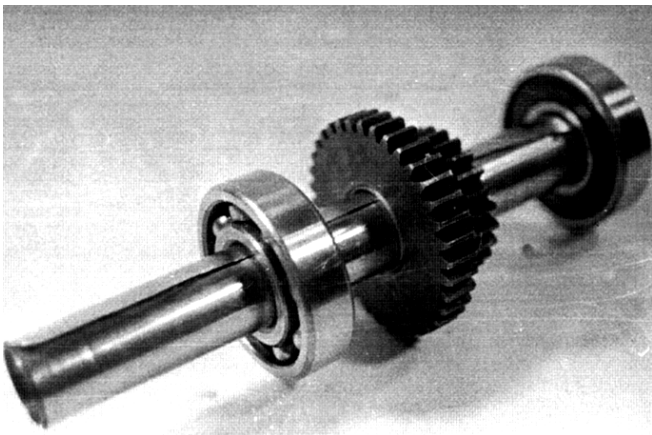

Рис. 5. Общий вид навитого вала передачи.
**Пример.** Параметры навитого вала в сборе  $d=30$  мм,  $d_0=23,6$  мм, толщина ленты 0,2 мм, число витков 16. Необходимая длина ленты толщиной 0,2 мм составляет 1350 мм. Лента равна длине вала 250 мм (рис. 5). Блок зубчатых колес  $z_1=36$ ,  $z_2=24$ ,  $d_1=81$  мм,  $d_2=54$  мм. Ширина блока 36 мм, ширина венцов 14 мм, подшипники серии 306.